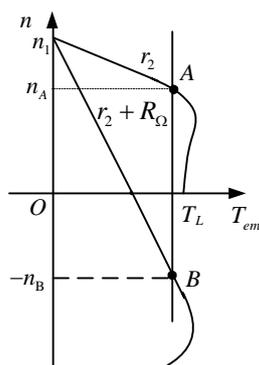

图 7.48 练习题 7.5 图
(1) 根据题意，绘出三相异步电动机的机械特性如图 7.48 所示。